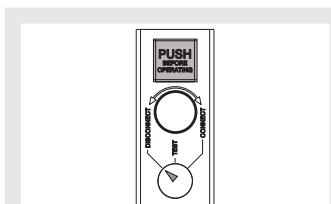

Figure 40
- disjoncteur en position débroché (voir Figure 40).